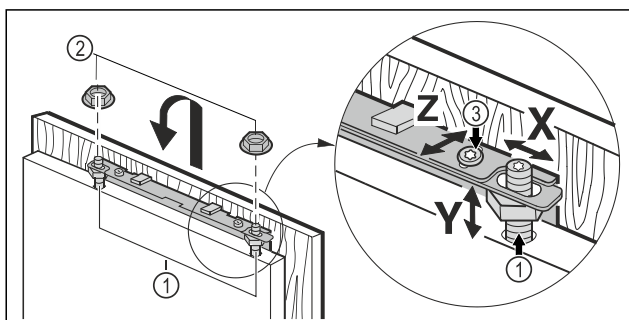

Fig. 45
- ▶ Vrata pohošstva obesite na nastavitvene zatiče Fig. 45 (1) in protimatico Fig. 45 (2) rahlo privijte na nastavitvene zatiče.
- ▶ Vrata pohošstva naravnajte na višino Y stranske poševnine: Nastavitvene zatiče Fig. 45 (1) nastavite z izvijačem.
- ▶ Privijte Fig. 45 (3) protimatico.